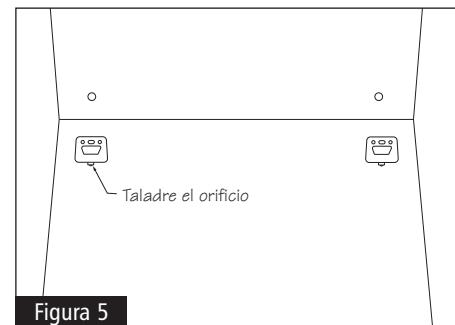

Figura 5
- 8** Con una broca para taladro de  $\frac{1}{4}$  pulg., perfore orificios en la parte inferior del gabinete donde se indica. Una vez que finalice en ambos lados, retire la plantilla de la parte inferior del gabinete y coloque una abrazadera de montaje de deslizador en cada orificio taladrado. La lengüeta de la abrazadera se inserta en el orificio. Asegure en su lugar con los tornillos proporcionados. Consulte la Figura 5.